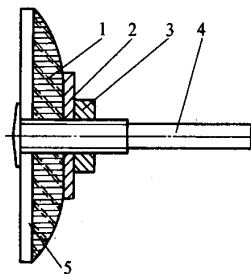

图 3
(3) 把砂轮换成水砂纸和牛皮 (如图 3), 可以进行半精抛和精抛,能进一步降低表面粗糙度值。由于水砂纸和牛皮是非刚性物件,在抛光过程